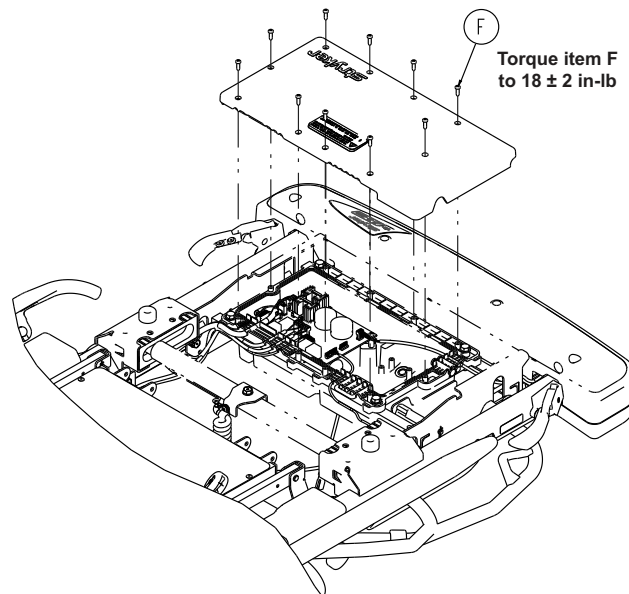

Figure 44 – Boîtier de commande du plan de couchage
7. À l'aide d'un tournevis cruciforme n° 2, retirer les dix vis (F) qui fixent le couvercle du boîtier de commande du plan de couchage à l'ensemble du boîtier de commande du plan de couchage (Figure 44). Retirer le couvercle du boîtier de commande du plan de couchage et le mettre de côté. Conserver les vis et le couvercle du boîtier de commande du plan de couchage.